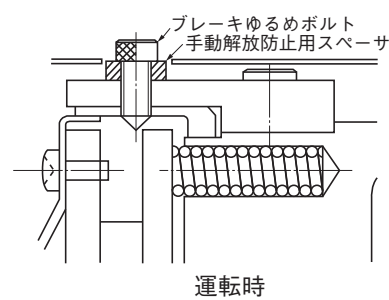

図23
- (2) ブレーキを解放した後、再びもとの状態に復帰させる場合は、安全のため（1）で取りはずした手動解放防止用スペーサを元どおりに取り付けてください。（図23参照）
- (3) ブレーキゆるめボルトのサイズは次の通りです。